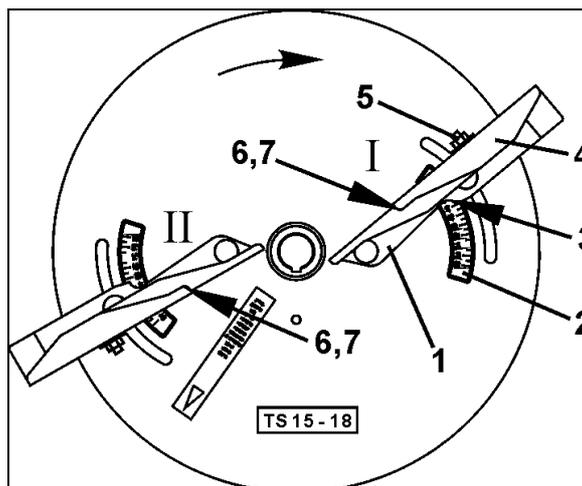

Fig. 66
1. Situar el extremo del borde (Fig. 66/7) de la paleta «I» en la letra «B» y fijar el extremo de la paleta. Hacer girar la paleta «I» hasta el valor «51» y apretar.
2. Situar el extremo del borde (Fig. 66/7) de la paleta «II» en la letra «E» y fijar el extremo de la paleta. Hacer girar la paleta «II» hasta el valor «42» y apretar.